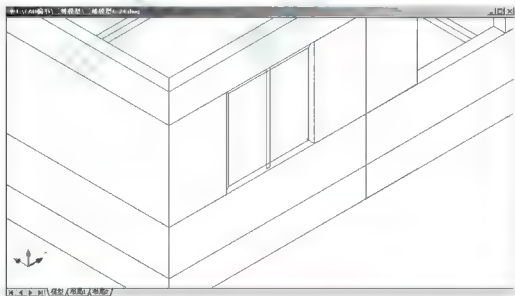

图 6.23 绘制玻璃 (消隐后图形)
- (6) 按 Enter 键结束命令, 结果如图 6.23 所示, 生成的“玻璃”只是带有 1800mm 厚的多段线的线框。